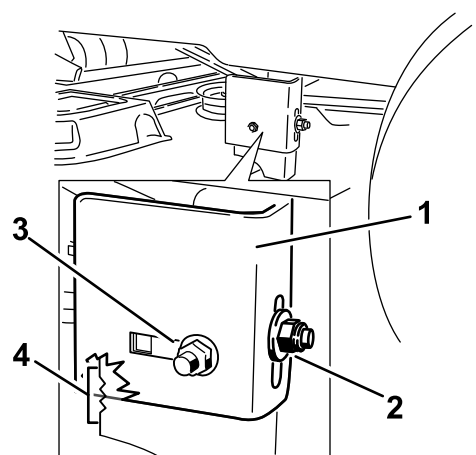
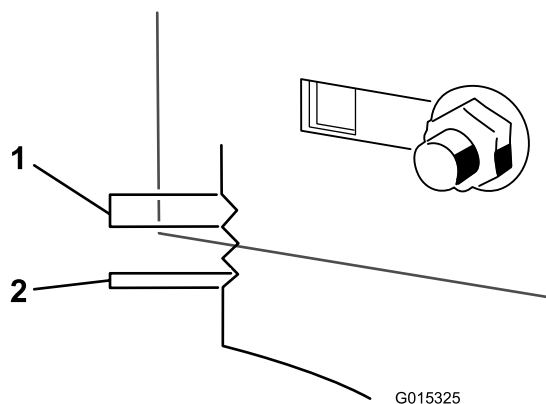

Bild 60
Bild 61
8. Lösen Sie die hintere Sicherungsmutter am Hängeprofil (Bild 60).
9. Lösen Sie die seitliche Sicherungsmutter am Hängeprofil so viel, dass Sie das Profil einstellen können (Bild 60). Messen Sie mit den Kerben an der geschweißten Halterung die Größe der Anpassung. Jede Kerbenoberfläche entspricht 6,35 mm, eine Seite entspricht 3,17 mm (Bild 61). Stellen Sie das Mähwerk auf die gewünschte Höhe.
10. Stoppen Sie das Mähwerk an der eingestellten Stellung und ziehen Sie die seitliche Sicherungsmutter am Hängeprofil fest, um die neue Stellung zu arretieren (Bild 60). Ziehen Sie die hintere Sicherungsmutter am Hängeprofil fest.